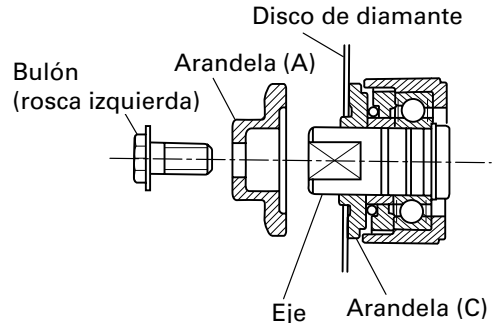

Fig. 3
- (1) Limpie completamente todo el polvo acumulado en el eje y en las arandelas.
- (2) Como se muestra en la Fig. 3, las partes cóncavas de las arandelas (A) y (C) deben estar enfrentadas con el disco de diamante.
- (3) Ajuste firmemente el bulón.